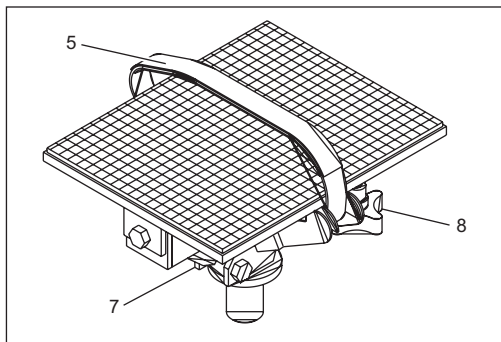

Fig. 9:
- Pour régler l'inclinaison ajustez l'arbre (Fig.9/7) avec une clé à molette pour l'axe d'inclinaison approprié resp. dévissez le volant à main correspondant (Fig.9/8) et réglez le volant à main se trouvant en face.